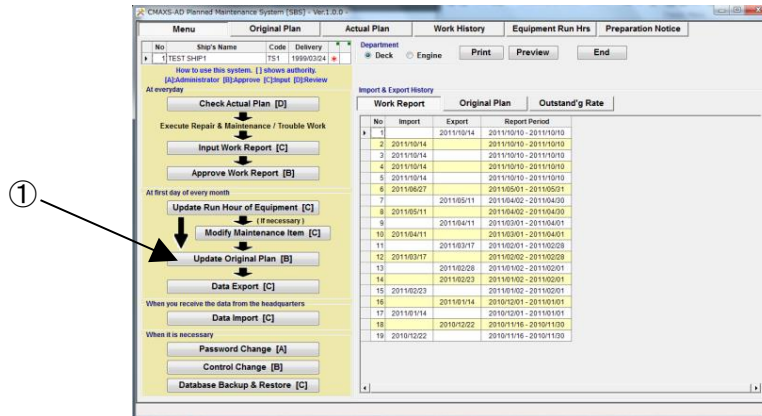

図 11-1 Menu 画面
- (1) "Menu"画面 (図 11-1)で、[Update Original Plan]ボタンをクリックしてください。